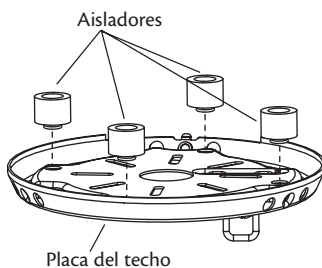

Figura 9 - Forma de instalar los aisladores en la placa del techo
3. Su ventilador viene equipado con dos aisladores de ruido hechos de neopreno. Coloque los aisladores entre la placa del techo y el techo, insertando las áreas levantadas de cada aislador dentro de los agujeros en la placa del techo. Vea la Figura 9.